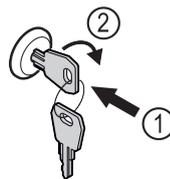

Fig. 171
- ▶ Schlüssel hineindrücken. Fig. 171 (1)
- ▶ Schlüssel um 90° im Uhrzeigersinn drehen. Fig. 171 (2)